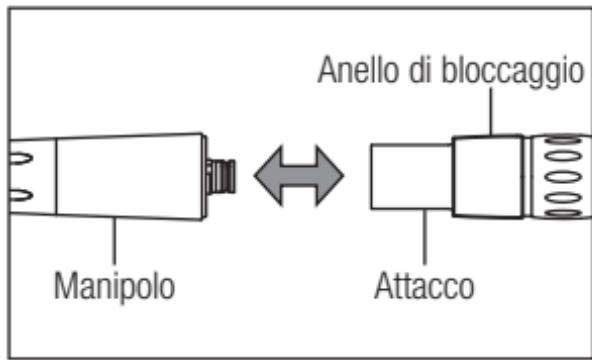

Fig. 2
**X450L/X450** (1) Collegamento
- 1) Inserire il manipolo nell'attacco (Fig. 2).
Tirare all'indietro l'anello di bloccaggio ed estrarre il manipolo dall'attacco (Fig. 2).